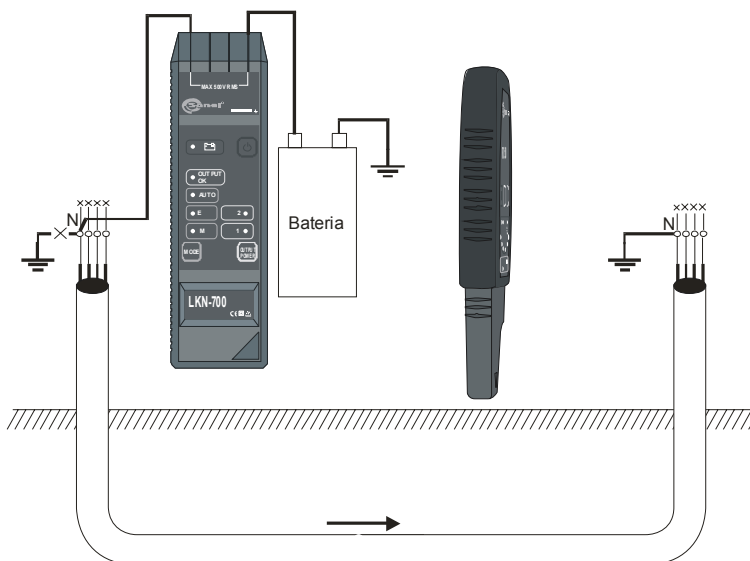

Рис.17 Поиск обесточенного кабеля в земле с использованием дополнительного источника напряжения
- Клавишей **4**  установить режим работы «ток» „M” или „AUTO”. Подключить дополнительный источник напряжения (Рис.17);